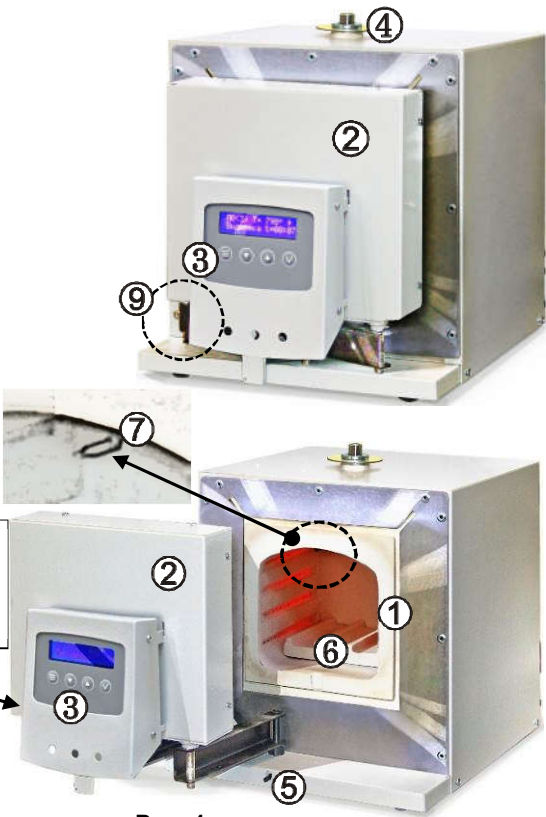

Рис. 1
- 4.2.4 Удаление газов из камеры **ЭМП**, выделяемых при нагреве опок, выполняется через вытяжной канал (4), рис. 1.
Рис. 1а